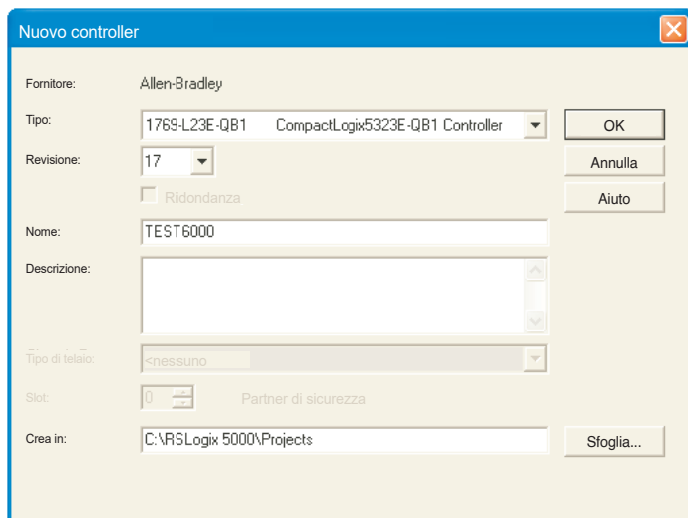

Figura 4.3.21g Finestra Nuovo controller
1. Nel menu "File" selezionare "New" (Nuovo) oppure fare clic sull'icona "Nuovo strumento" . Verrà visualizzata la finestra "New Controller" (Nuovo controller) (figura 4.3.21g).